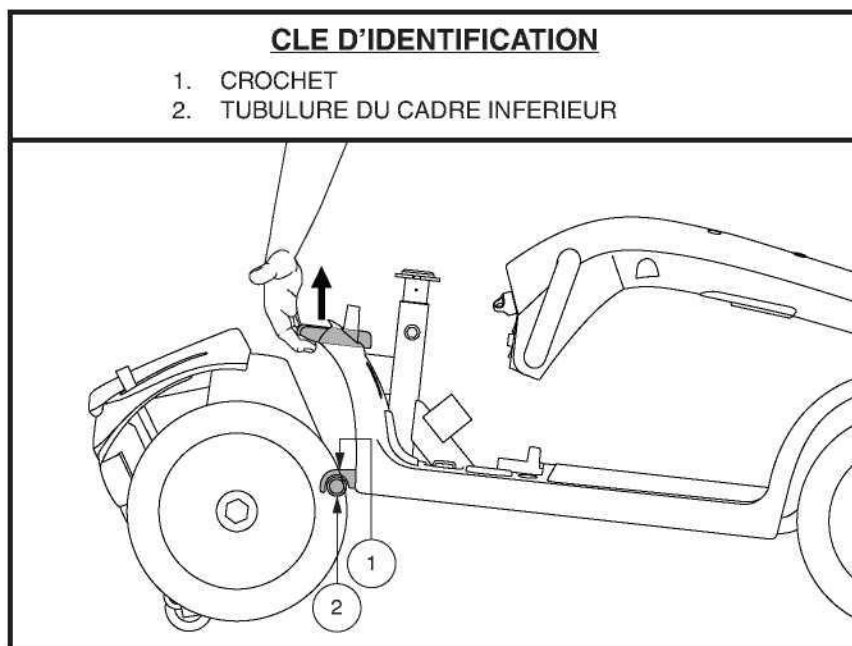

Figure 26 Levier de blocage du cadre
3. Relevez le levier de blocage du cadre. Voir la figure 26.
1. Positionnez les sections. Voir la figure 26.